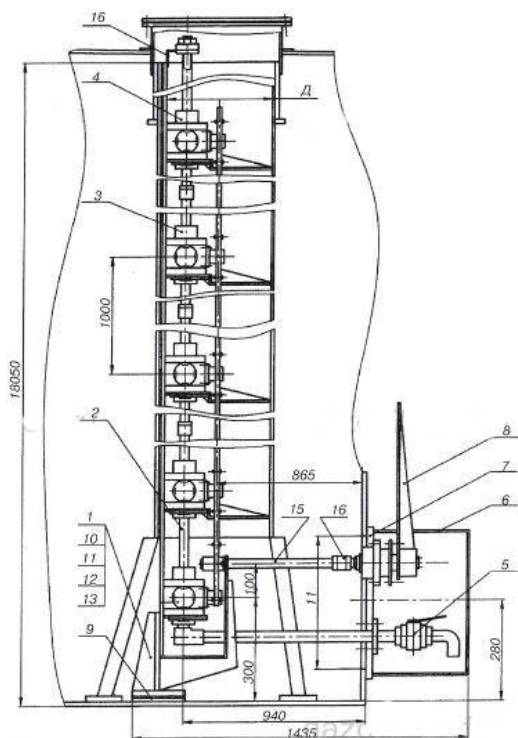

Рис. 1. Пробоотборник секционный ПСРП, ПСРП1:
Пробоотборник (рис. 1) состоит из кронштейна 1, нижней секции 2, средних секций 3, верхней секции 4, крана сливного с патрубком 5, ограждения 6, приемного узла 7 и узла управления 8.
Приемный узел 7 (рис. 1) состоит из узла фланца и упоров и приваривается к стенке резервуара с наружной стороны в нижней его части.
а) ручку узла управления 8 (рис. 1) повернуть вправо до упора. Усилие поворота через муфту 16 передается на вал 15 и через штифтовое соединение 14 на коромысло нижней секции. При повороте коромысел открываются или закрываются шаровые краны. Сквозные отверстия шаров совмещаются с боковыми отверстиями корпусов кранов, одновременно перекрывая и открывая нижние отверстия.
- снять ограждение 6 (рис. 1), открыть кран 5, слить остатки продукта из пробоотборной колонны в посуду. Закрыть кран 5. Повернуть ручку узла управления 8 вправо до упора, выдержать от 15 секунд до 5 минут в зависимости от вязкости продукта;